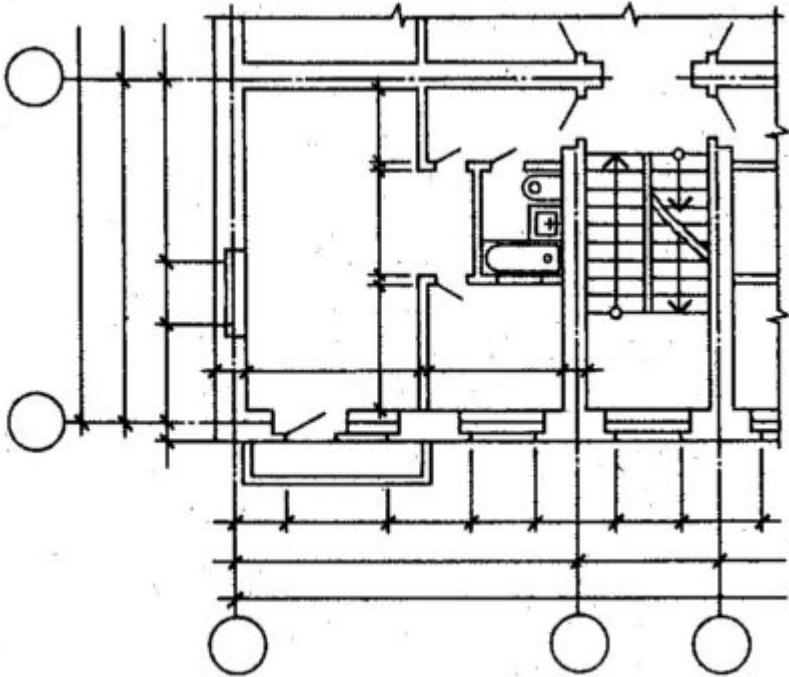

Рисунок 3 - Нанесение оконных и дверных проемов, лестниц и площадок
- 8) Показать открывание дверей и указать расположение лестниц с нанесением всех ступенек и площадок по ГОСТ 21.101-97 (рисунок 3).